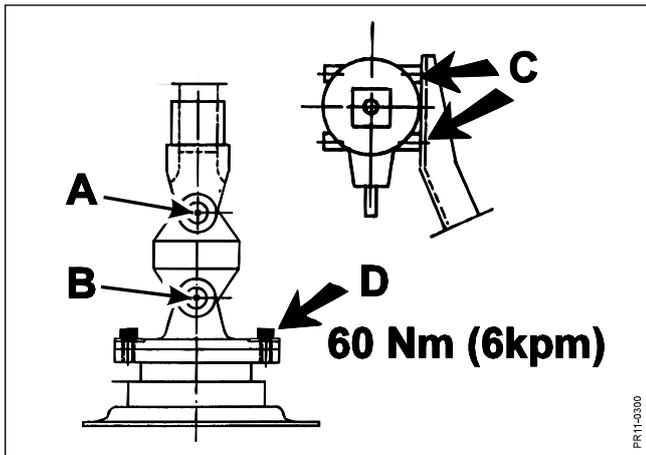

Fig. 5-16
**Fig. 5-16** L'arbre de prise de force de la barre de coupe a été graissé à vie. La prise de force doit tourner avec un angle minimum, c'est à dire que la différence entre **A** et **B** doit rester inférieure à 6 mm (+/- 3).